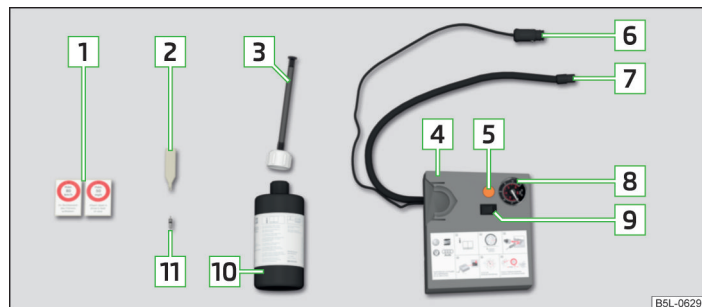

Fig. 178 Imagen esquemática: Componentes del kit de averías
Componentes del kit de averías » fig. 178.
- Pegue la etiqueta adhesiva 1 » fig. 178 de la página 240 sobre el tablero de instrumentos en el campo visual del conductor.
- Agite la botella de inflado de neumáticos 10 » fig. 178 de la página 240 fuertemente varias veces.
- Enrosque el tubo flexible 7 » fig. 178 de la página 240 del compresor de aire fijamente en la válvula del neumático.